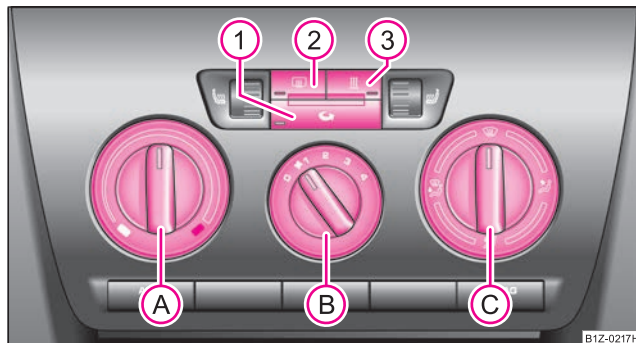
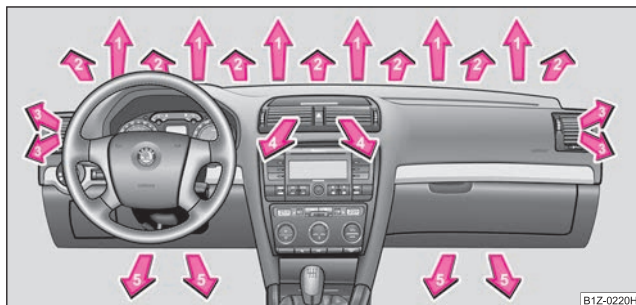
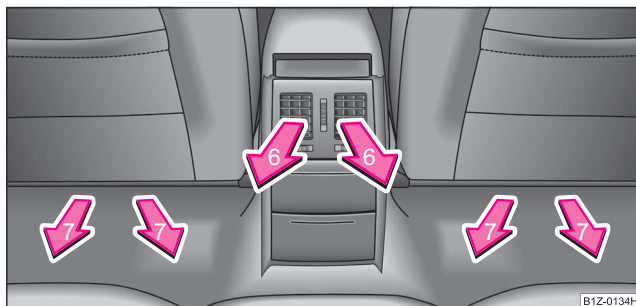

Fig. 116 Încălzirea: Elementele de comandă
Fig. 117 Gurile de ventilație din față
Fig. 118 Gurile de ventilație din spate
- Rotiți regulatorul rotativ (A) ⇒ fig. 116 spre dreapta pentru a mări temperatura.
- Rotiți regulatorul rotativ (A) spre stânga pentru a reduce temperatura.
- Regulatorul rotativ (A) → pagina 119, fig. 116 spre dreapta până la limită
- Comutatorul (B) în poziția 3
- Regulatorul distribuției aerului (C) în poziția
- Gurile de ventilație 3 → pagina 122, fig. 117 deschise și îndreptate spre geamurile laterale
- Regulatorul rotativ (A) ⇒ pagina 119, fig. 116 spre stânga până la limită
- Comutatorul (B) în poziția dorită
- Gurile de ventilație 3 și 4 ⇒ pagina 122, fig. 117 deschise
Când regulatorul (C) se află în poziția  ⇒ pagina 119, fig. 116, recircularea aerului este oprită automat. Prin apăsarea repetată a tastei  puteți porni recircularea aerului și în această poziție.
- Apăsați tasta  - lampa de control din tastă ⇒ pagina 119, fig. 116 se aprinde.
Admisia aerului prin fiecare gură de ventilație se reglează de la regulatorul **C** ⇒ pagina 119, fig. 116. Gurile de ventilație **3**, **4** ⇒ fig. 117 și **6** ⇒ fig. 118 se pot deschide și închide separat.
Prin gurile de ventilație deschise este admis aer încălzit sau rece, în funcție de poziția regulatorului **A** ⇒ pagina 119, fig. 116 și de condițiile climatice.